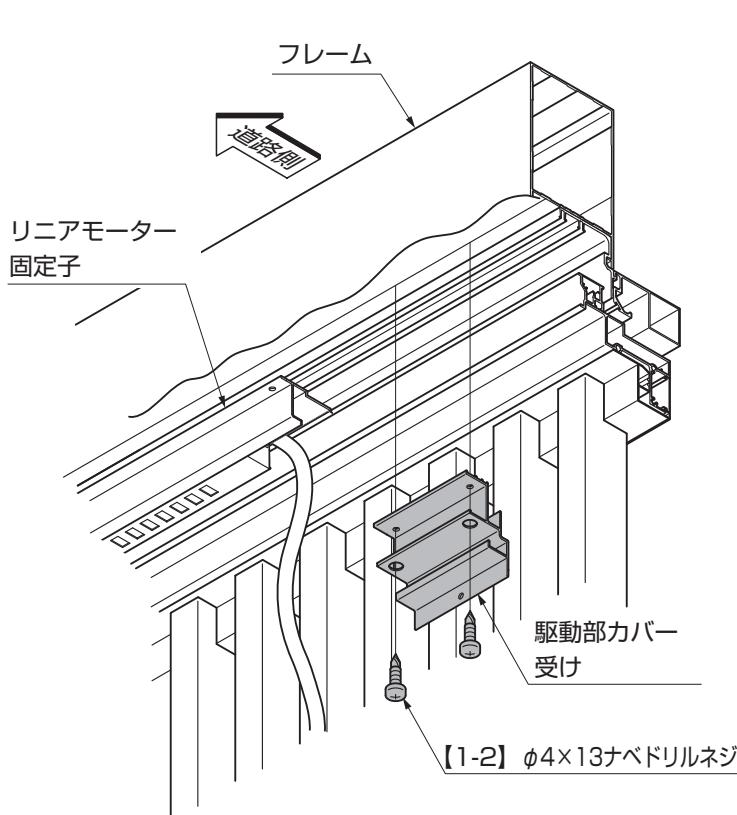

図1-7
①駆動部カバー受けをフレームにあてがい【1-2】で取付けてください。(図1-7参照)